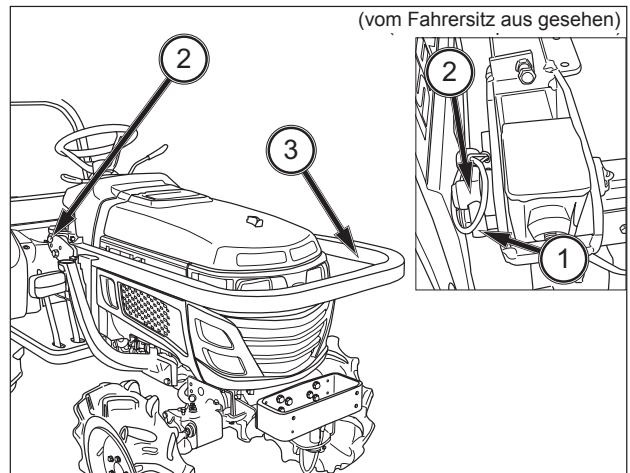

ABB. 107
**ABB. 107:** Der obere Teil (3) des Überrollschutzaufbaus kann durch Einsetzen des Verriegelungsstifts (1) und des Stifts (2) in heruntergeklappter Position fixiert werden.